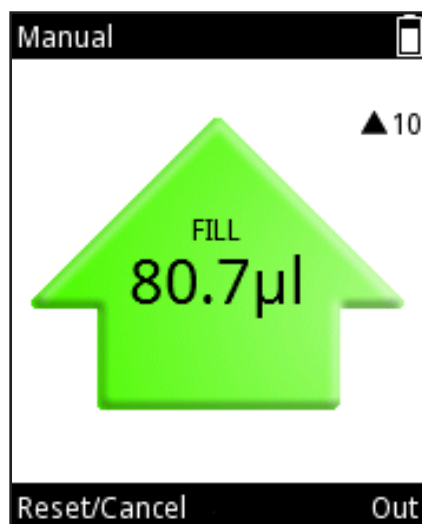

図 D34
6. 限度値に達する前にtrigger(トリガ) から手を離すと、 (Out(外)) または (In(内)) を押して動きの方向を変えることができます(テキストガイドボタンは、現在の動きの方向によって変わります)(図 D34)。